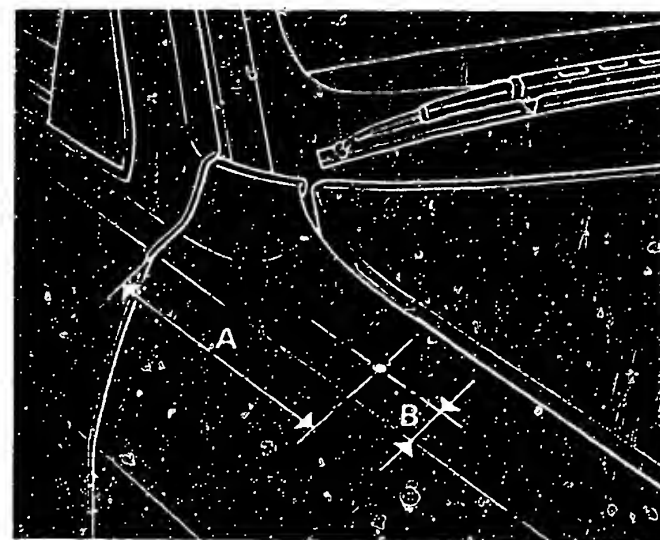

Bild 60 Einbaumasse der Antenne im Kotflügel vorne rechts.
c) Die Antenne wird im Kotflügel vorne rechts montiert (Bild 60). Dazu muss die Kunststoffabdeckung des Radkastens von innen entfernt werden.